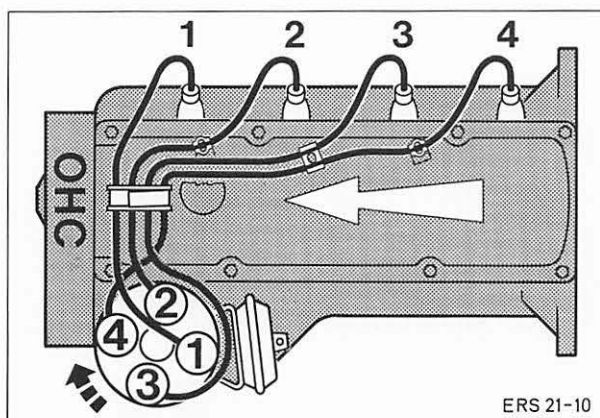

Abb. 201 Zündkabelanordnung (Zündfolge)
15. Verteilerkappe montieren, Zündkabel auf Zündkerzen und Zündspule stecken, Abb. 201, Kabel am Geber-Fernthermometer befestigen.